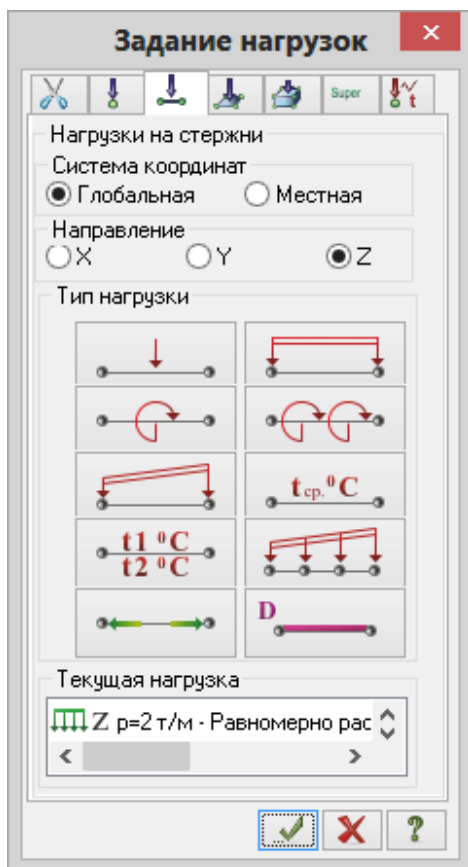

Рис.1.13. Диалоговое окно Задание нагрузок
Нагрузки на узлы и элементы задаются с помощью диалогового окна **Задание нагрузок** (рис.1.13), которое вызывается после выбора одной из команд раскрывающегося списка **Нагрузки на узлы и элементы** (панель **Нагрузки** на вкладке **Создание и редактирование**). Диалоговое окно содержит закладки для задания нагрузок на **узлы, стержни, пластины, объемные элементы и суперэлементы**, а также для задания нагрузок для расчета на **динамику во времени**. По умолчанию принимается, что **нагрузки принадлежат одному и тому же текущему загрузке**, номер которого был задан заранее. Окно содержит также закладку для **корректировки или удаления нагрузок текущего загрузки**.
- Вызовите диалоговое окно **Задание нагрузок** на закладке **Нагрузки на стержни** (рис.1.13) выбрав команду  – **Нагрузка на стержни** в раскрывающемся списке **Нагрузки на узлы и элементы** (панель **Нагрузки** на вкладке **Создание и редактирование**).